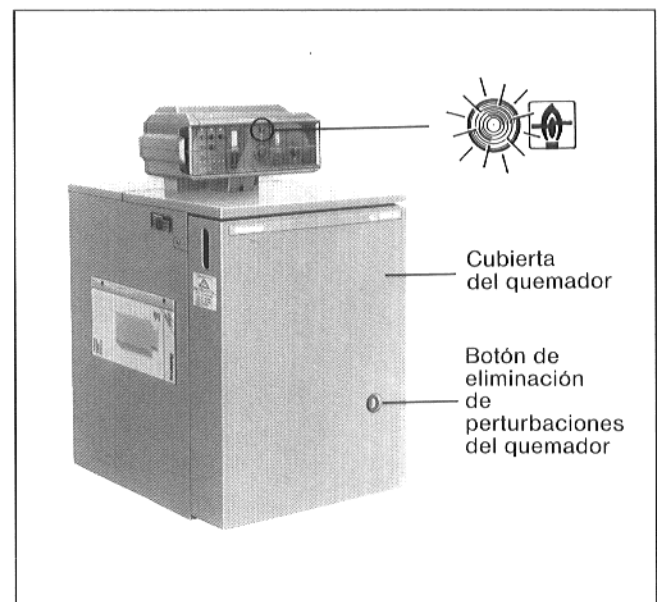

Fig. 3: Botón de eliminación de perturbaciones en la caldera G-205 U
- Al encenderse la lámpara testigo en el botón de eliminación de perturbaciones y en el aparato de regulación (fig. 3), pulsar el botón de eliminación de perturbaciones en el automatismo de combustión del quemador.